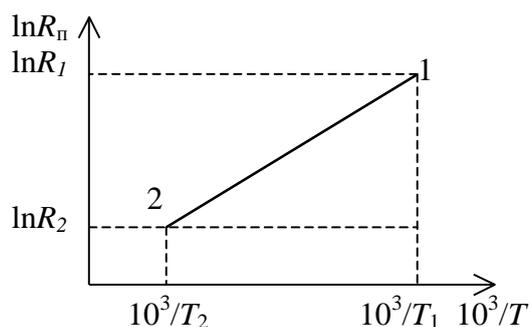

Рис.1
Согласно уравнению (6) величина  $\ln R_{\Pi}$  линейно зависит от аргумента  $1/T$ , коэффициент  $\Delta W/2k$  представляет собой угловой коэффициент  $a$  прямой, изображенной на рис. 1. Для удобства построения графика вместо аргумента  $1/T$  взят  $1000/T$ . Но тогда необходимо угловой коэффициент уменьшить на три порядка.